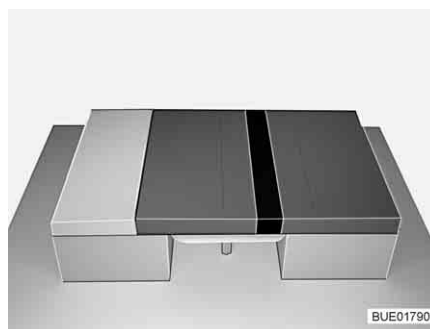

Fig. 92 Après la transformation
- Placer le coussin supplémentaire entre les coussins d'assise (voir Fig. 92).